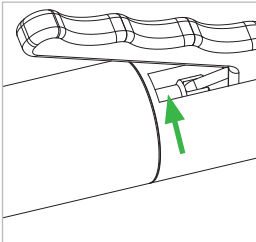

Abbildung 14
- ▶ Geben Sie einen kurzen Sprühstoß mit dem Zielröhrchen auf den Gabelkopfstift (Pos. 3) (*Abbildung 14*).